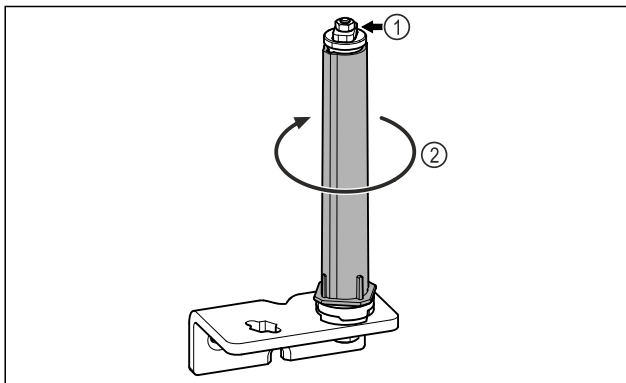

Fig. 23
► Ikke demonter dørlåsesystemet Fig. 23 (1).
- Drei låsesystemet Fig. 23 (2), til det klikker.